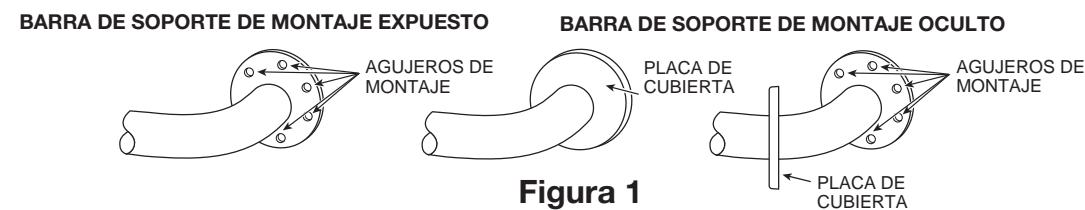

Figura 1
1. Saque la barra de soporte y las piezas del paquete. Si se usa la barra de soporte de montaje oculto, quite las placas de cubierta de los agujeros de montaje (vea la Figura 1).